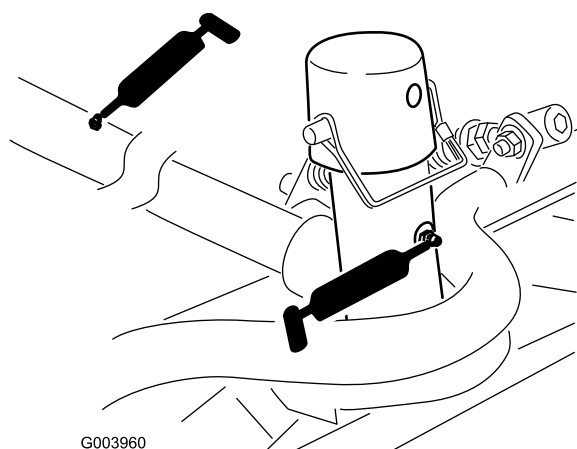

Figure 46
- Bâti porteur de plateau de coupe et pivot (x 2) (Figure 46)